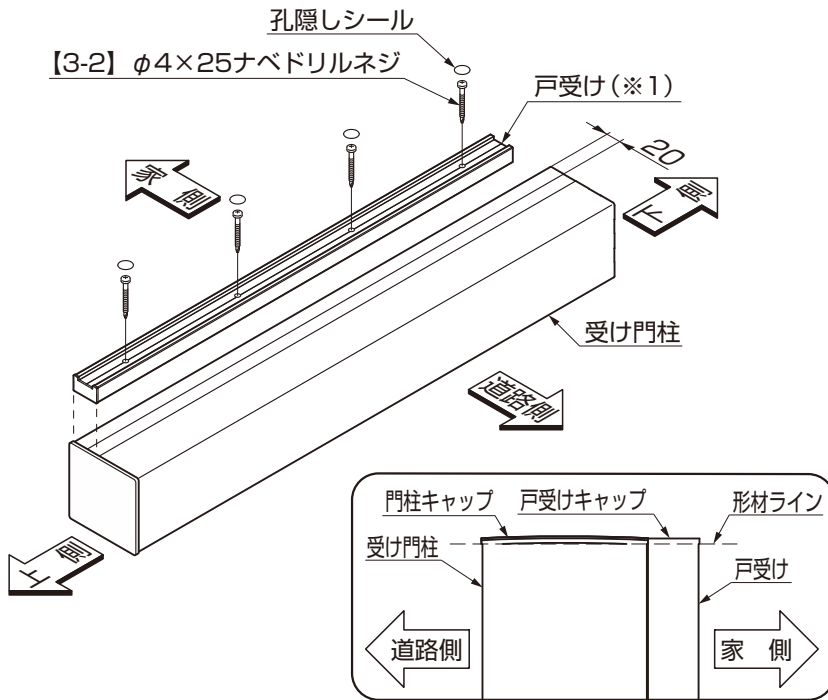

図3-4 戸受け取付位置
- 型材同士の上ツラで合わせて取付けてください。(図3-4参照)